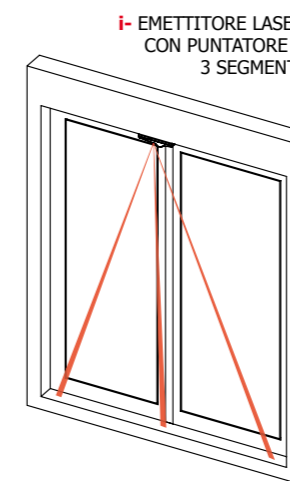

Fig. 9
- 3) Modificare la posizione del corpo sensore "k" controllando la proiezione del laser "l", ad esempio sul davanzale (vedi Fig. 9)